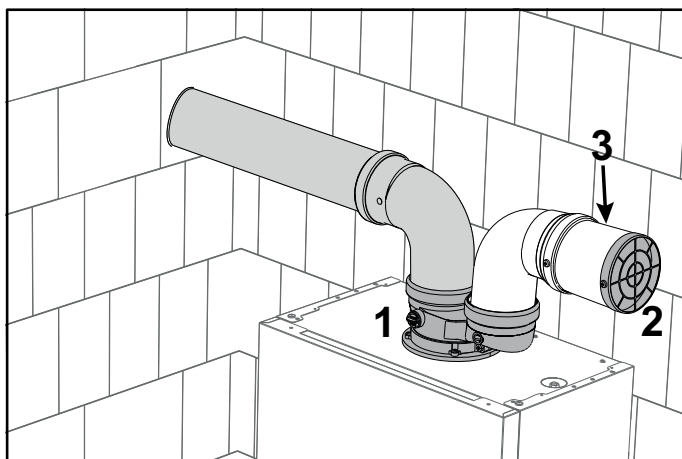

fig. 48- Rejilla de protección
Instale el accesorio inicial (1 fig. 48 - cód. **041082X0**). En el conducto de entrada se tiene que montar la rejilla de protección (2 - fig. 48 - cód. **1KWMA85A**). Si es necesario, monte un manguito (3) entre la rejilla y el accesorio.